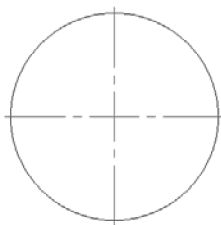

图 4-31 绘制大圆
1) 单击圆图标 , 绘制一个大圆, 如图 4-31 所示。